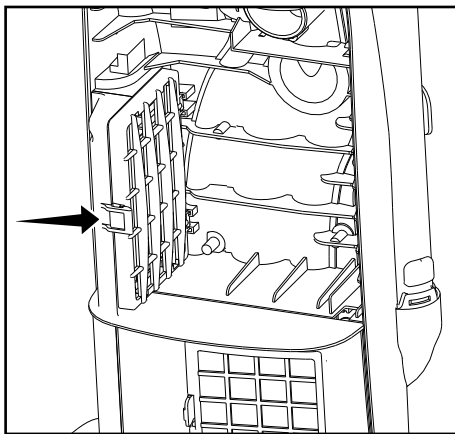

Fig. 1
- Appuyez avec le pied sur la pédale de déblocage de la poignée, et inclinez-la jusqu'au bout. Appuyez à nouveau sur la pédale pour incliner la poignée jusqu'au sol (Fig. 1).